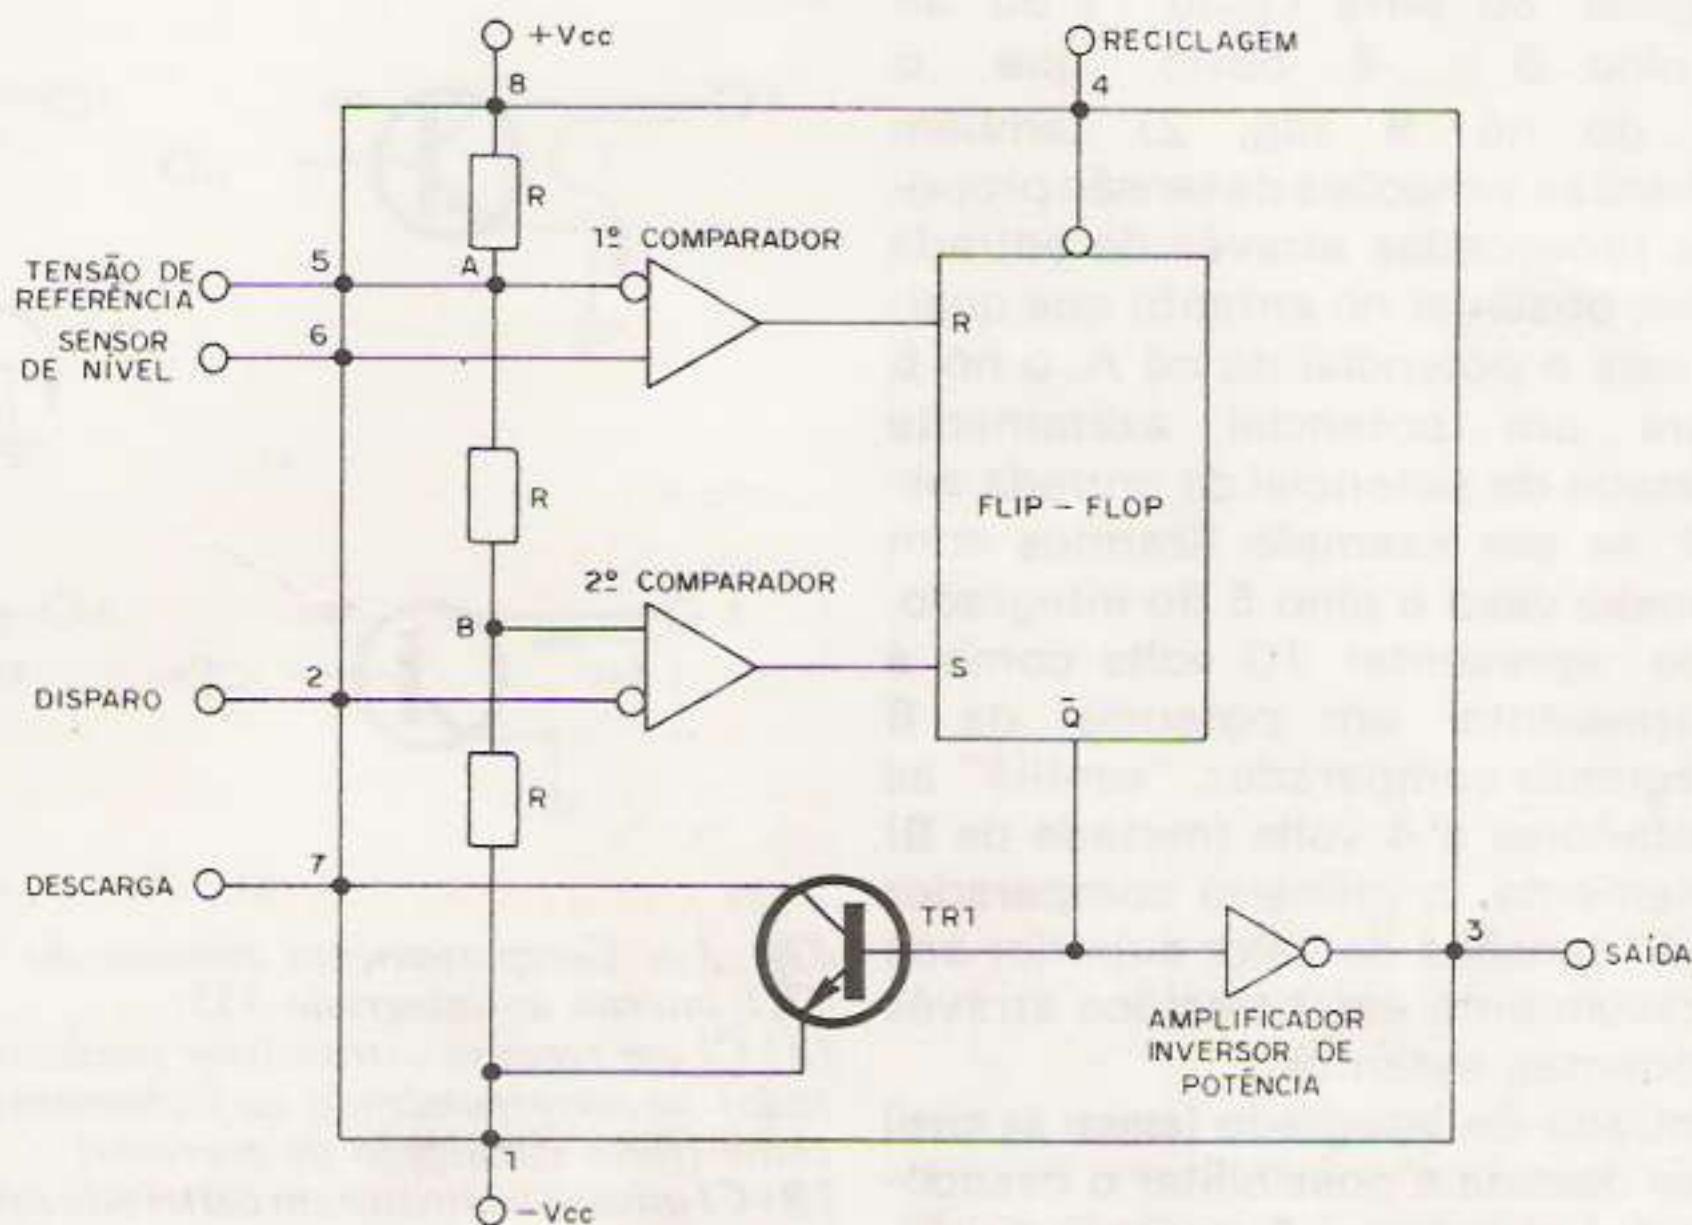
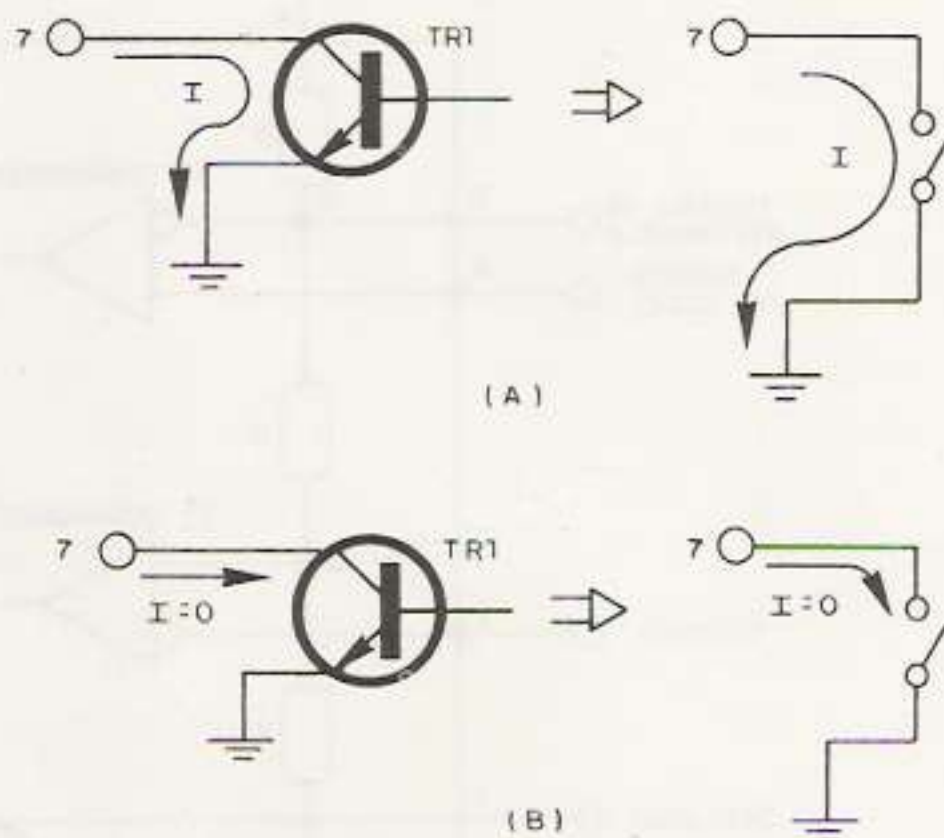

Fig. 2 - Diagrama em blocos do integrado 555.
Fig. 3 - Comportamento elétrico do transistor TR1 interno ao integrado 555:
Internamente ele é constituído por dois comparadores de tensão, um transistor NPN, um "flip-flop", um divisor resistivo que fornece as tensões de referência para os dois comparadores e um amplificador inversor cuja finalidade é aumentar a corrente de saída do integrado, tornando o CI compatível tanto com os integrados da família TTL como os de tecnologia CMOS (Fig. 2).
Vejam agora, em poucas linhas, o funcionamento do integrado, recorrendo, sempre que for necessário, ao desenho da Fig. 2.
Suponhamos que o CI esteja sendo alimentado com 15Vcc entre os pinos 8 e 1 (vide fig. 2), suponhamos ainda que por qualquer razão, que não interessa no momento, o integrado esteja reciclado, isto é, em repouso, ou o que é a mesma coisa: que a saída (pino 3) se encontre em nível lógico baixo (aproximadamente zero volts ou ligeiramente superior). É claro que a tensão (em relação ao pino 1 - terra) nos nós A e B (fig. 2) valerá respectivamente 10 e 5 volts, isto por duas razões: a primeira porque o CI, como dissemos acima, está, por hipótese, sendo alimentado com 15 volts cc e a segunda porque são numericamente iguais as resistências dos resistores R indicados na Fig. 2, portanto pela simples aplicação da Lei de Ohm...
$2/3$ de V_{cc} (potencial do nó A - fig. 2). Ora, um pulso na entrada R do bi-estável faz com que ele se recicle (volte ao repouso) e aí a sua saída \bar{Q} passará do nível L para o nível H, com isto o transistor TR1 passa a conduzir fortemente comportando-se tal qual mostra o circuito equivalente da fig. 3 (A). Por outro lado, o nível alto em tensão presente na saída \bar{Q} é amplificado e invertido pelo estágio de potência interno ao CI, advindo daí em nível lógico baixo (nível L) na saída do integrado, caracterizando o estado de repouso do "bichinho".
potencial do nó A seja alterado, para um valor inferior, ou superior, a $2/3$ de V_{cc} (10 volts no nosso exemplo) conforme respectivamente esse resistor esteja ligado ao terra (pino 1) ou ao $+V_{cc}$ (pino 8); é óbvio que o potencial do nó B (fig. 2) também acompanhará as variações de tensão proporcionalmente provocadas através da entrada sensor de nível, observar no entanto que qualquer que seja o potencial do nó A, o nó B apresentará um potencial exatamente igual à metade do potencial da entrada sensor de nível: se por exemplo fizermos com que em nosso caso o pino 5 do integrado, em vez de apresentar 10 volts como é normal, apresentar um potencial de 8 volts, o segundo comparador, "sentirá" as tensões inferiores a 4 volts (metade de 8) e, evidentemente, o primeiro comparador só "sentirá" tensões de valor superior aos 8 volts previamente estabelecidos através de componentes externos.